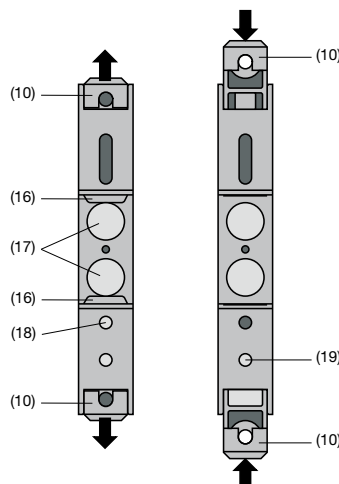

Bild 8. Geräteboden.
Sodann die Befestigungslaschen (10) des Grenzwertmelders herausziehen (Bild 8, links). Dabei die Entriegelung (18) in den Geräteboden drücken.
Sollen die Befestigungslaschen wieder zurückgeschoben werden, dann muss man die Entriegelung (19) und die Befestigungslaschen (10) gleichzeitig in den Geräteboden drücken (siehe Bild 8, rechts).